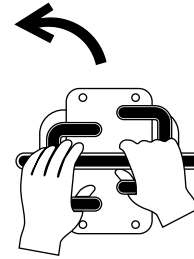

Bild 13
- Bewegen Sie den rechten Fahrtriebshebel nach vorne, um nach links zu fahren (Bild 13).